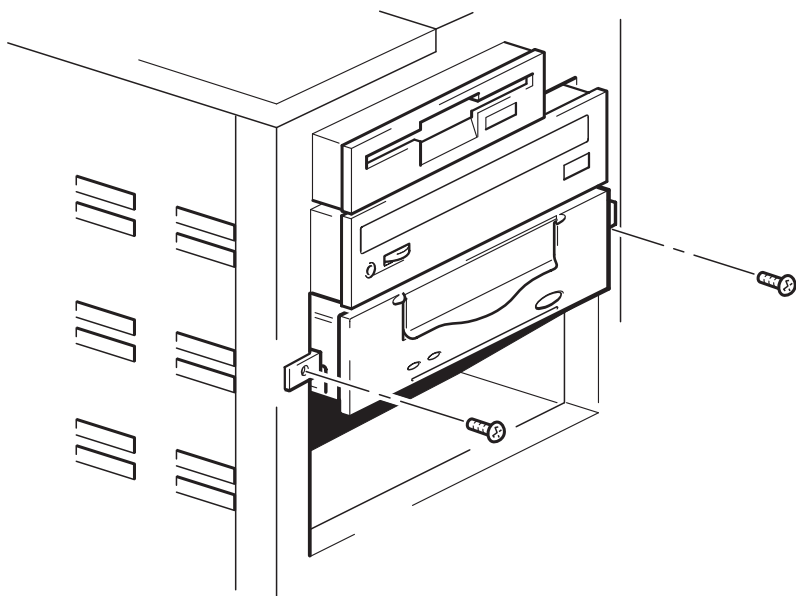

図 9a: マウント用部品を使ったドライブの固定
- 1 テープ・ドライブを固定します。15 ページの「ステップ 3: マウント用ベイを準備する」で取り外したネジを使用して、図 9a に示すようにドライブを固定します。